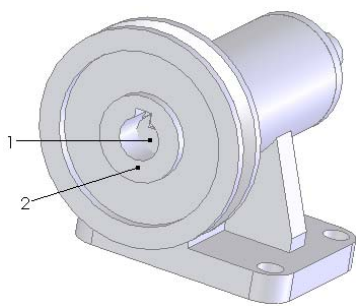

图 7-142 设置方向后的视图
**03** 设置视图方向。单击“视图”工具栏中的“旋转视图”图标, 将视图以合适的方向显示，结果如图 7-142 所示。
**04** 添加配合关系。在菜单栏中选择“插入”→“配合”命令，将图 7-142 中的面 1 和面 2 添加为“重合”几何关系。